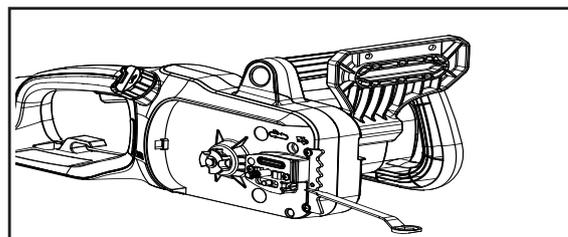
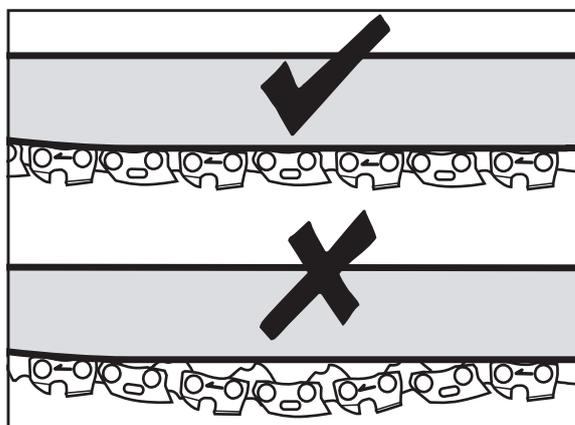

Abb. 2
Abb. 3
3. Drehen Sie das Kettenspannrad, um die Spannschraube zu drehen (Abb. 2). Das Drehen der Spannschraube nach oben erhöht die Spannung, während das Drehen nach unten die Spannung verringert. Eine ordnungsgemäß gespannte Kette darf nicht durchhängen (Abb. 3) und nur 3 mm